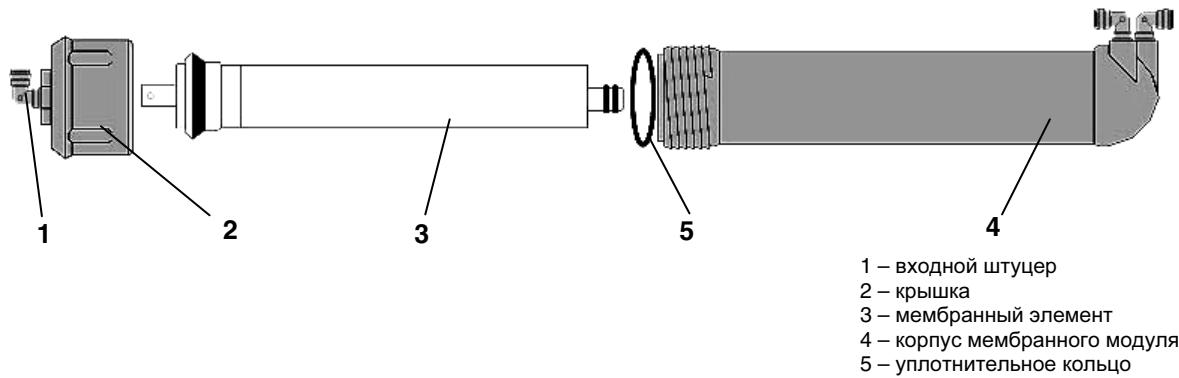

Рисунок 6. Блок обратного осмоса
| 6. Элемент сменный мембранный типа (мембранный элемент), производительностью 50 галлонов в сутки (Рис. 6, поз.3) | 1 шт. |
5.4 Установка мембранного элемента в корпус (Рис. 6)
Для замены мембранных элементов (см. рис. 6):